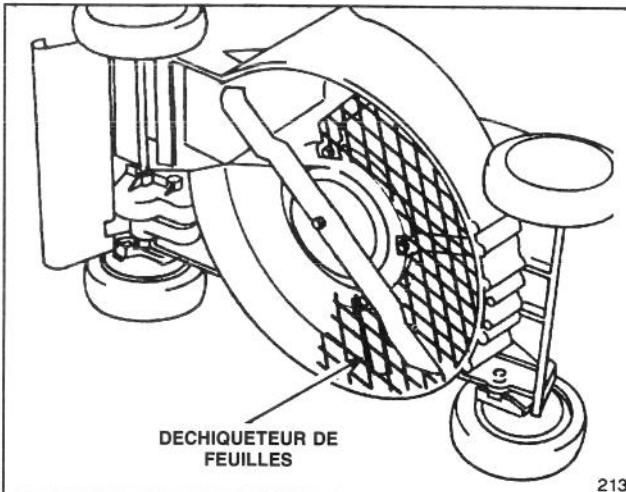

Figure 35
**3. Déchiqueteur de feuilles (modèle n° 59180)**—Se monte sous la tondeuse en quelques minutes, sans qu'il soit nécessaire d'enlever la lame. Déchiquette les feuilles en petits morceaux afin de permettre une bonne aspiration dans le sac à herbe et donc un enlèvement pratique (figure 35).